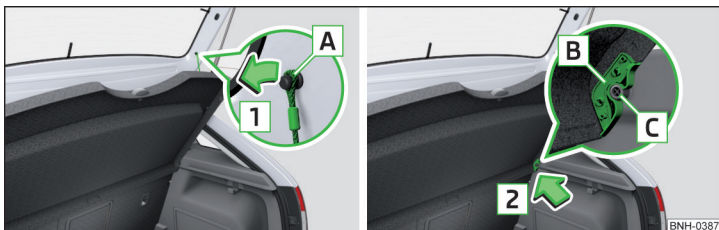

Fig. 105 Scoaterea copertinei portbagajului
Dacă benzile de susținere **A** » fig. 105 sunt agățate de capota portbagajului, la deschiderea capotei se ridică și masca portbagajului (denumită în continuare doar mască).
- Desprindeți benzile de susținere **A** de pe ambele părți ale capotei portbagajului, în sensul săgeții **1** » fig. 105.
- Poziționați elementele de fixare **B** de pe capac peste elementele de susținere **C**, de pe capitonajul lateral » fig. 105.